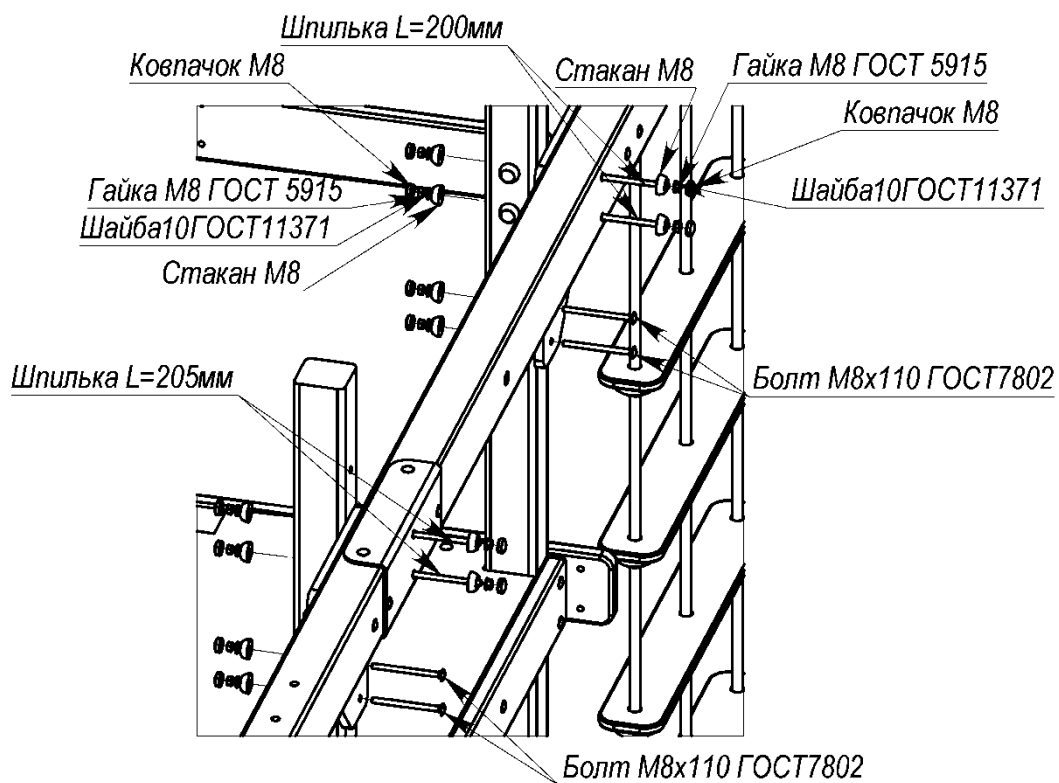

Рисунок 7 «Кріплення балки до вежі»
- 10) Тримаючи зібрану балку, приєднати до подвійної вежі шпильками (довжиною 205 мм та 200 мм) та болтами М8х110 ГОСТ 7802, як вказано на рис.7. Болти використовувати для закріплення косинок до брусів, а шпильки довжиною 200 мм – для закріплення бруса (L=2130 мм), довжиною 205 мм – для закріплення бруса (L=3470 мм) через металевий з'єднувач.